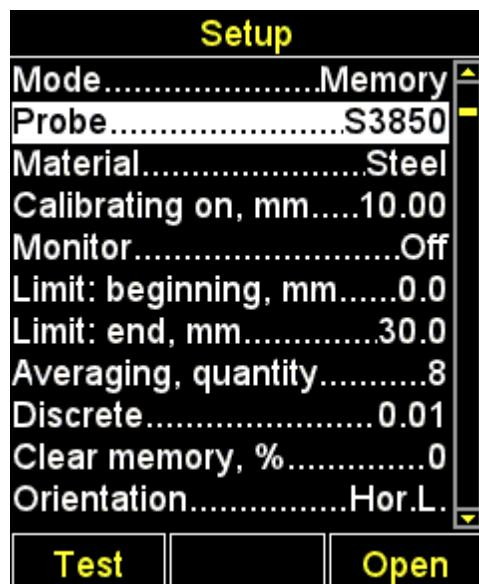

Рисунок 15
- или для входа в базу преобразователей (рисунок 15).